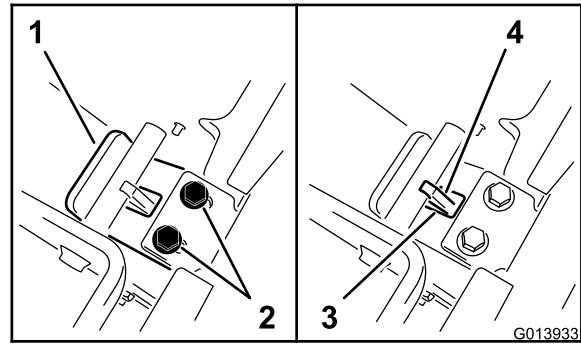

Bild 12
5. Während Sie den Druck auf der Rückplatte beibehalten, lassen Sie die Anhängerkupplung auf sich zu gleiten, bis die Lippe der Anhängerkupplungsplatte die Querstrebe berührt (Bild 12).